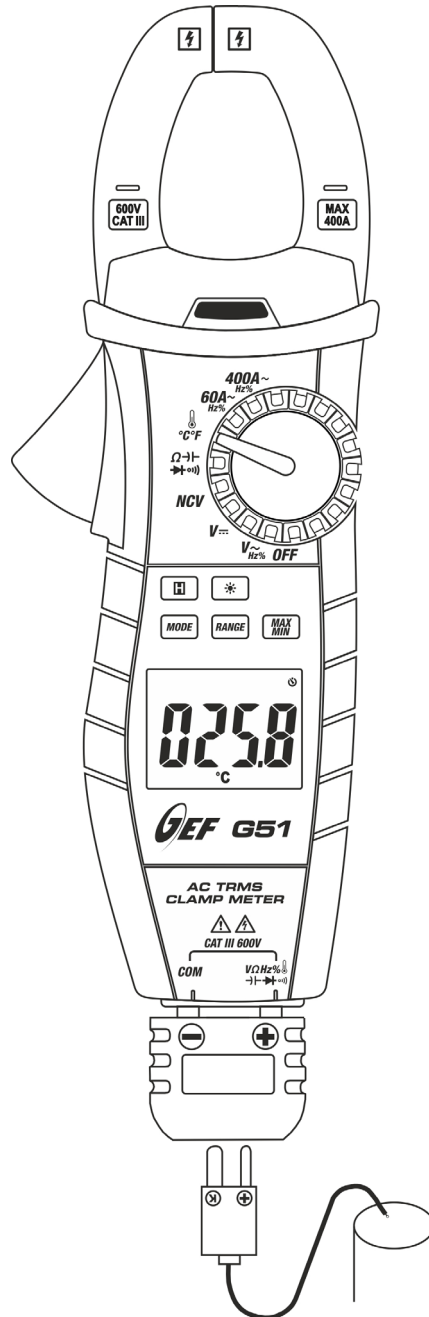

Fig. 10: Uso del instrumento para medida de Temperatura
3. Inserte la sonda tipo K en dotación en los terminales de entrada VΩHz%→|←→+·) y **COM** mediante el adaptador, respetando la polaridad mostrada en Fig. 10. El valor de la temperatura se muestra en pantalla